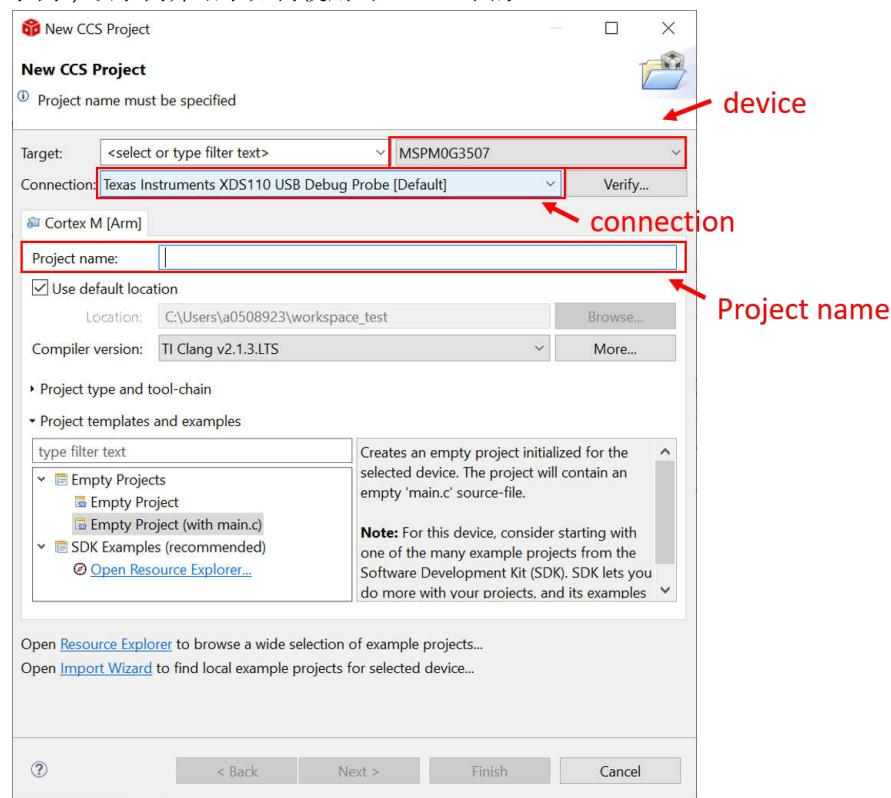

图 2-19. 在 CCS 中创建新工程
2. 如果要创建新工程，请转到 file--> new-->CCS project。有两项重要的设置需要完成。首先是选择 MSPM0 器件，其次是选择连接，如图 2-19 所示。然后，添加工程名称并按下完成按钮后即可创建程序。TI 建议查找 MSPM0 SDK 示例，该示例介绍了如何使用 节 2.2.4 中的 CCS。